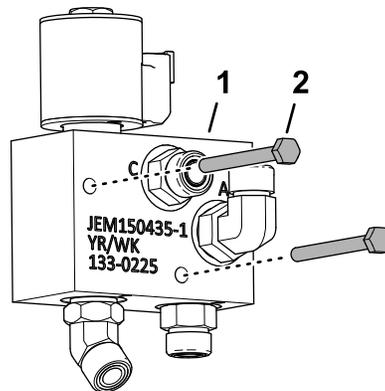

Рисунок 15
1. Проденьте 2 болта (¼ x 2½ дюйма) через корпус клапана низкого расхода, как показано на Рисунок 15.